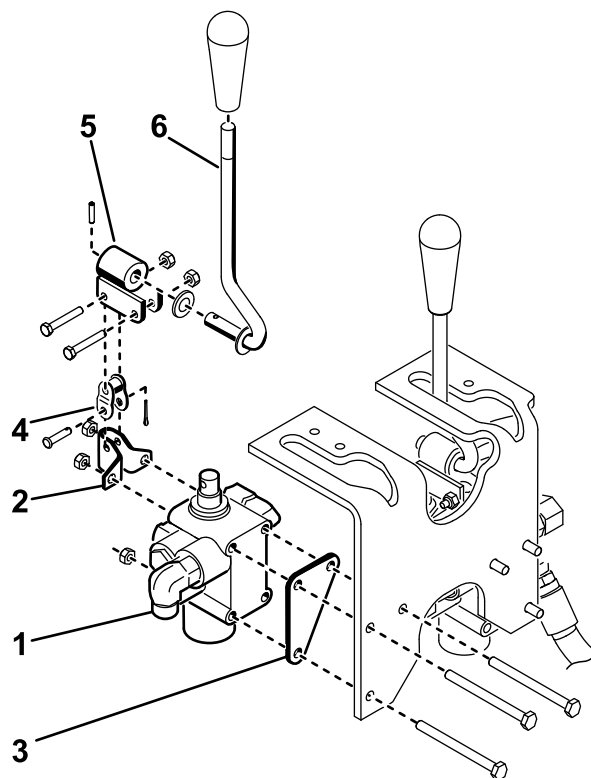

Figure 9
2. Montez le distributeur, le support de pivot et la plaque du distributeur sur le cadre à l'aide de 3 boulons (1/4" x 3") et 3 contre-écrous (Figure 9).
3. Fixez légèrement le levier de pivot sur le tiroir du distributeur et la biellette à épaulement à l'aide de 2 boulons (n° 10 x 1 1/4") et 2 contre-écrous (Figure 9).